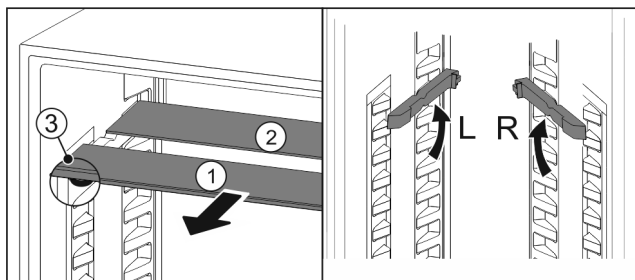

Fig. 140
- Skleněné desky jednotlivě vytáhněte dopředu Fig. 140 (1).
- Skleněná deska Fig. 140 (1) s ozdobnou lištou leží vpředu.
- Zarážky Fig. 140 (3) směřují dolů.